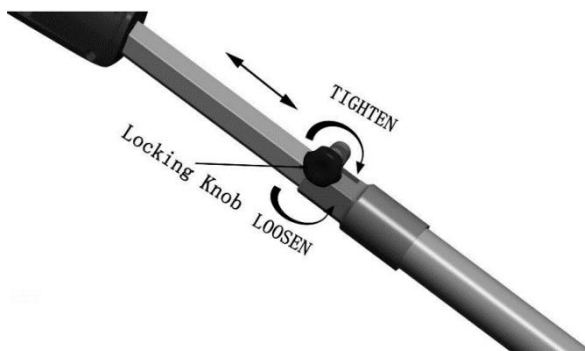

Figure 7
1. Pour étendre le poteau, desserrer le bouton de verrouillage (voir la figure 7). Le pôle va glisser librement.
3. Pour verrouiller le poteau, serrez le bouton de verrouillage (voir la figure 7).